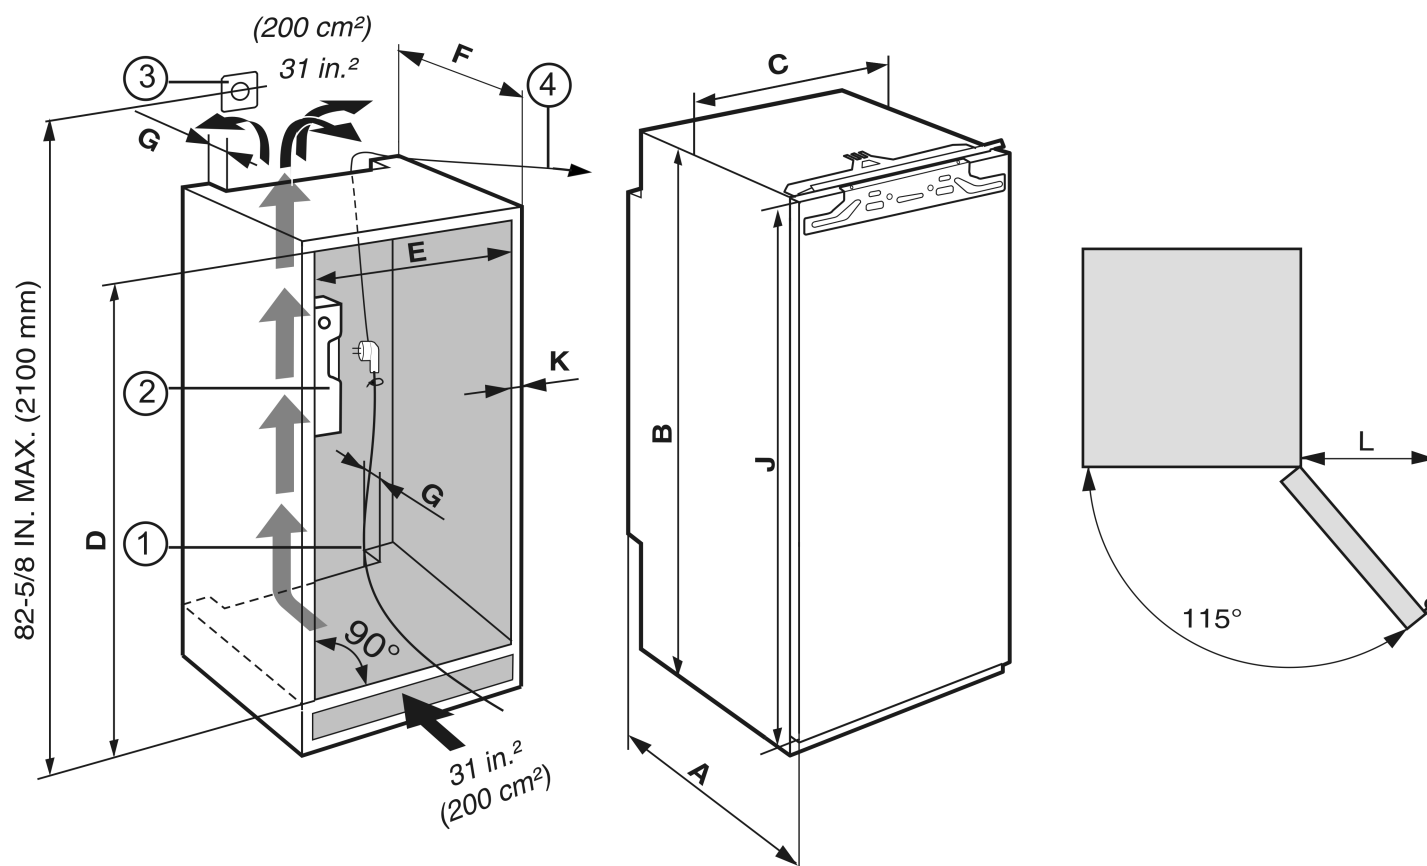

Fig. 4
- ▶ Construisez le placard en vous conformant aux *Fig. 4* dimensions indiquées.
- ▶ Alignez le placard en utilisant un niveau à bulle *Fig. 4 (2)* et une équerre à chapeau. Si nécessaire, mettez le placard de niveau en glissant une cale en-dessous.
- ▶ Respectez les dimensions d'encastrement indiquées dans la *Fig. 4*.
► Vérifiez les dimensions d'encastrement avec les indications de la Fig. 4.